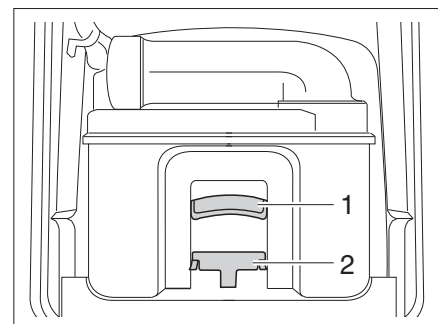

Bild 300 Thetford-kassetten
- Dra hållbygeln (Bild 300,2) framåt för att låsa upp toalett-kassetten och dra ut kassetten i handtaget (Bild 300,1).